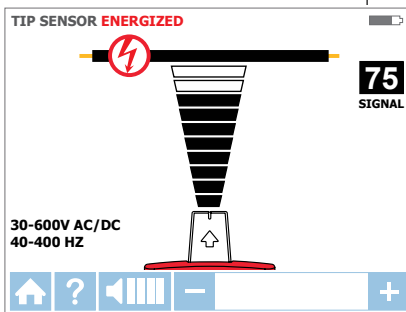

Figura 3.1i
2. Seleccione el modo **TIP SENSOR (SENSOR DE PUNTA)** energizado con las flechas direccionales para resaltar este modo de funcionamiento y presione el botón amarillo "ENTER (INTRO)". La pantalla aparecerá como se muestra en la Figura 3.1i.